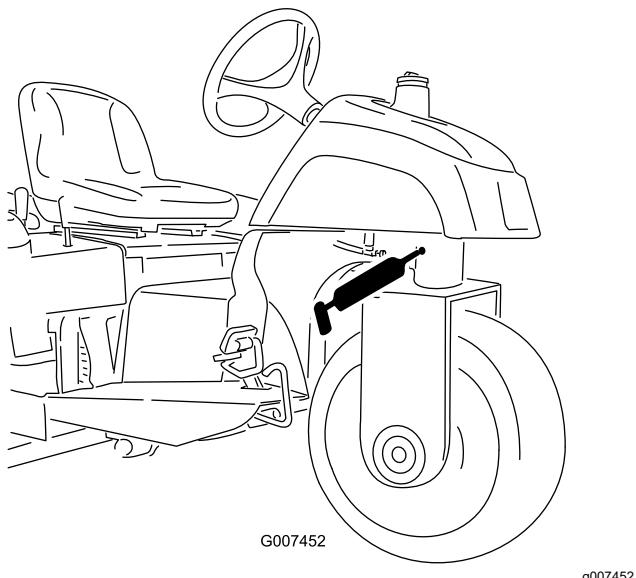

図 26
- ステアリングピボット (図 26)
注 ステアリングピボットの注入部図 26 は面一フィッティングなので、グリスガン用ノズルアダプタが必要です。 パーツ番号は P/N 107-1998 ご注文は Toro 代理店へ。